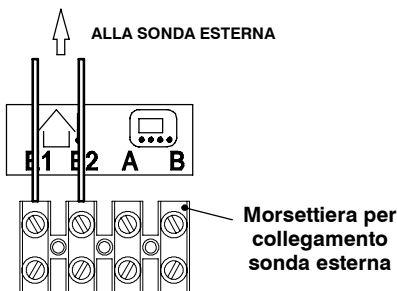

fig. 5.22
– Collegare ai morsetti **E1** e **E2** della morsetteria i due conduttori elettrici come indicato in fig. 5.22